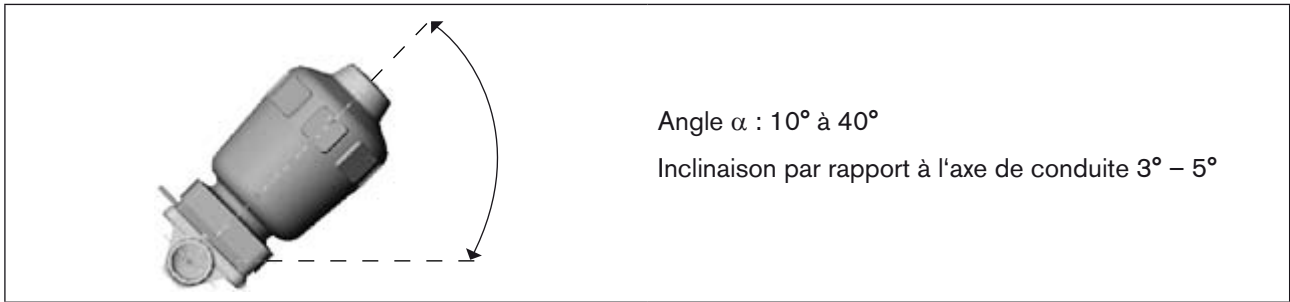

Figure 11 : Montage pour permettre au boîtier de se vider automatiquement
- Montez le boîtier avec un angle d'inclinaison $\alpha = 10^\circ$ à 40° par rapport à l'horizontale (voir *Figure 11 : Montage pour permettre au boîtier de se vider automatiquement*).